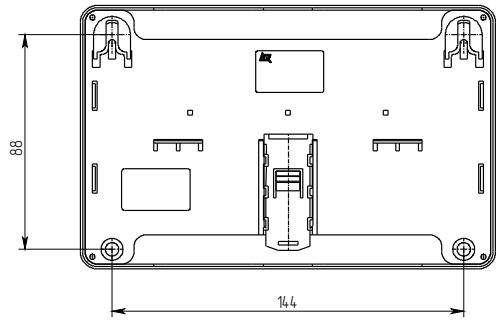

Рисунок 4
- б) смонтировать модуль на DIN-рейку или на стену, используя отверстия в основании (Рисунок 4);